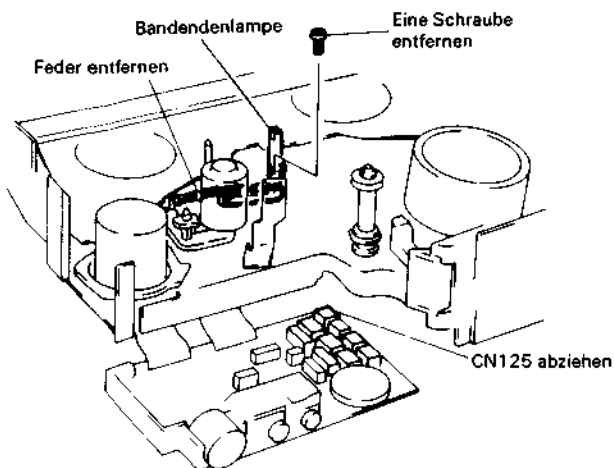

Abb. 2.69 Ausbau der Bandendenlampe
Ausbau der Bandendenlampe (Abb. 2.69)
2. Den Stecker CN125 abziehen (siehe Abb. 2.69).
4. Eine (1) Befestigungsschraube der Bandendenlampe lösen.